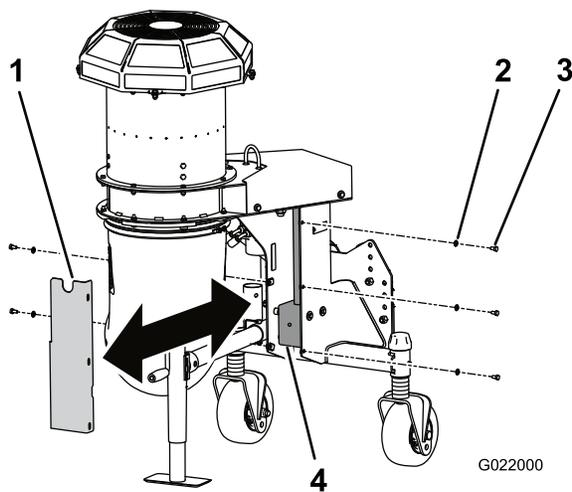

Figura 23
3. Rimuovete la protezione per accedere alla scatola degli ingranaggi del soffiatore (Figura 23).
2. Rimuovete i 5 bulloni e rondelle che fissano il coperchio della scatola degli ingranaggi al soffiatore (Figura 23).